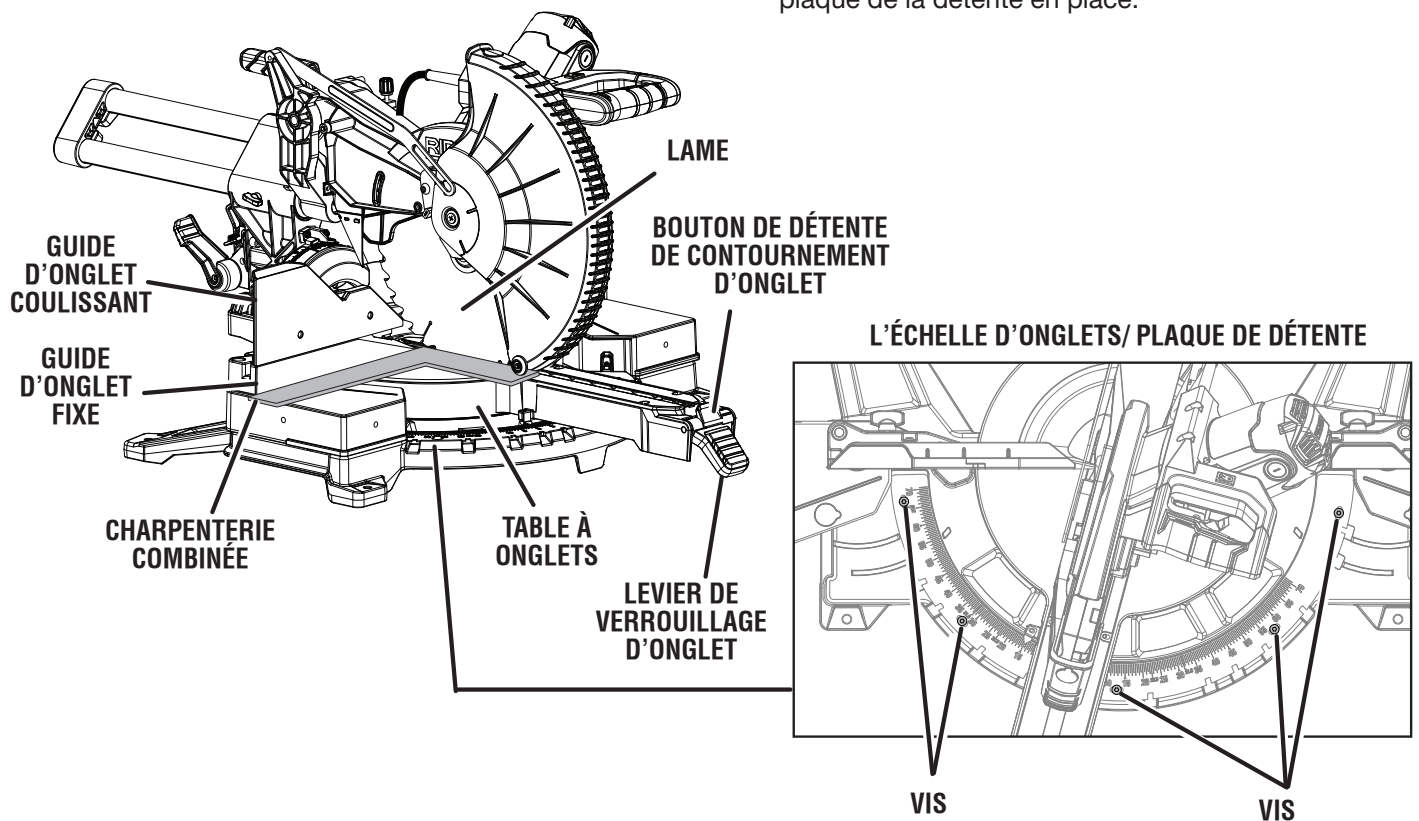

Fig. 21
Voir les figures 21 - 25.
- Le bord de l'équerre et la lame de la scie doivent être parallèles, comme illustré à la figure 21.